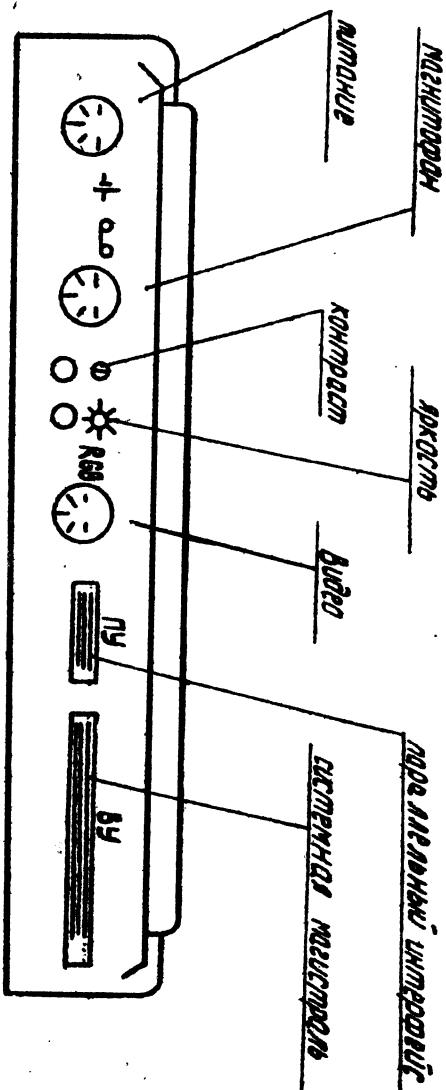

Рис. 2
3) подключите кабели устройств (маркировка соединителей БПЭВМ указана на корпусе: см.рис.2) в следующей последовательности: